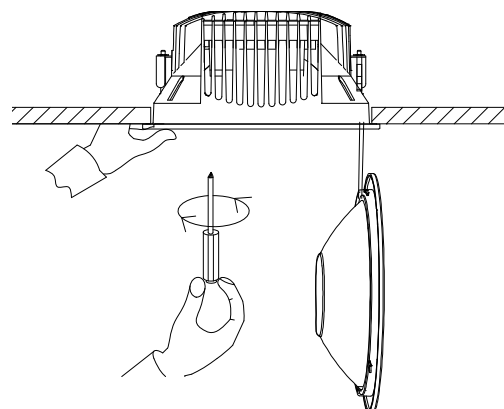

Abb. 5
7. Schieben sie das Downlight in den Deckenausschnitt und befestigen Sie das es über die 2-Punkt Schraubbefestigung (Abb. 5). Achten sie darauf, dass die Decke an den Auflagepunkten keine Beschädigung aufweist. Ziehen Sie die Schrauben im Gehäuse nur so fest, dass sie einen leichten Widerstand spüren.